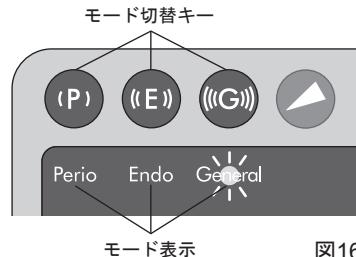

図16
- 1)モード切替キーを押して、ご使用になるモードを選択してください。選択されたモードのモード表示のランプが点灯します。(図16)